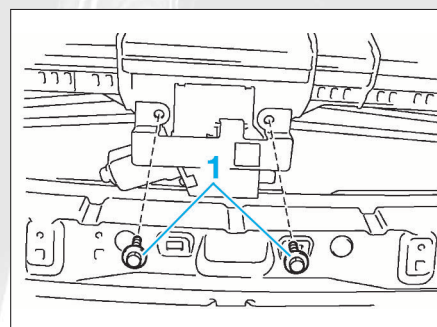

FIG. 82
- Déposer les fixations (1) (Fig.82) puis le sous-ensemble de mécanisme d'entraînement de toit ouvrant.